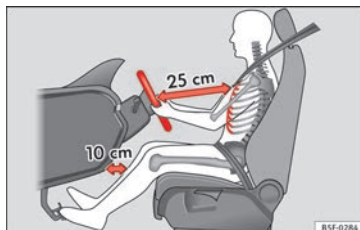
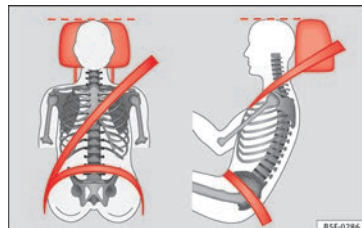

Bild 64 Rätt avstånd mellan föraren och raten
Bild 65 Rätt inställt säkerhetsbälte och nackskydd
- Ställ in sätet så att avståndet mellan ratten och bröstkorgen » **bild 64** är minst 25 cm och så att du kan hålla i utsidan av ratten med båda händerna vid positionen för klockan 9 och klockan 3 med armarna lätt böjda.
- Ställ in framsätet framåt och bakåt så att du kan trycka ned gas-, broms- och kopplingspedalen helt med knäna lätt böjda och med ett avstånd mellan knäna och instrumentpanelen på minst 10 cm » **bild 64**.
- Ställ in nackskyddet så att övre kanten är i samma nivå som huvudets övre del, eller så nära som möjligt och under inga omständigheter under ögonnivå. Håll nacken så nära nackskyddet » **bild 64** och » **bild 65** som möjligt.
Ställ in rätt avstånd mellan föraren och ratten » **bild 64** med reglagen på förarsätet »  **sidan 12**.